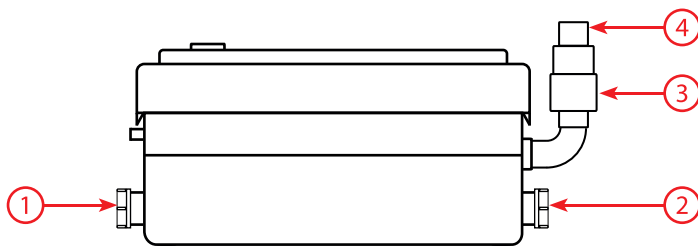

Рис. 1
Сточные воды из раковины и душа попадают в корпус насоса через входные патрубки 1,2 (Рис. 1), пока не достигнут определенного уровня, при котором воздушный включатель включает электродвигатель, который выбрасывает их через выходной патрубок 3 (Рис. 1). Насос оснащен термозащитой электродвигателя которая отключает электродвигатель в случае перегрева (засор, заклинивание, и т.п.). Термозащита автоматически включает электродвигатель после его полного остывания (через 30-60 мин).
- Установите насос на выбранное место и выньте заглушки из патрубков на насосе к которым будут присоединяться трубы (рис. 1).
- Установите обратный клапан (пункт 3, рис. 1) идущий в комплекте.